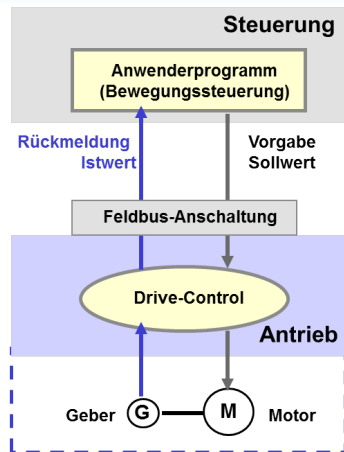
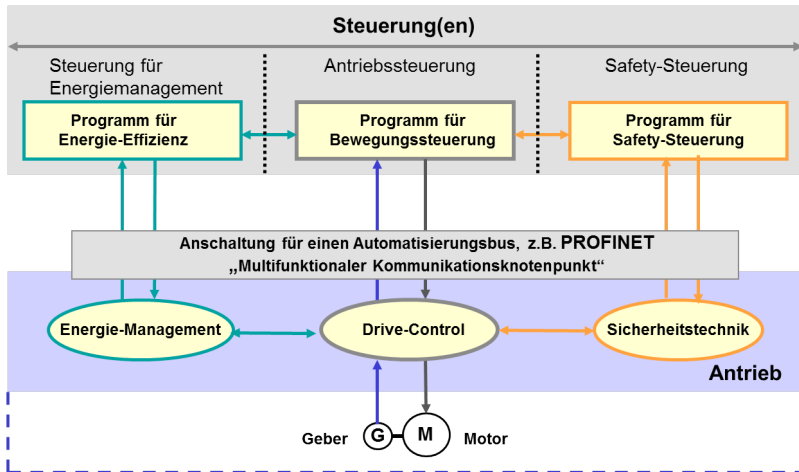

Abb. 2: Antriebstechnik (Technologische Sicht), um 2000
Abb. 3: Antriebstechnik (Technologische Sicht), um 2012
- Unter „Antriebstechnik“ wurde allgemein ein Frequenzumrichter oder Servoverstärker verstanden, der einen Motor nach einem vorgegebenen Drehzahlsollwert steuert. Die hierfür notwendigen Komponenten Motor, Umrichter, Geber und Regler waren alle Teile des Antriebs (Abbildung 2), während von der Steuerung über eine Feldbuskommunikation nur Sollwertvorgaben und Istwertkontrolle abgewickelt wurden. Aus technologischer Sicht handelte sich hierbei also um eine einfache, vertikale 1:1 Beziehung zwischen Steuerung und Antrieb ohne z.B. die Möglichkeit für einen Querverkehr zwischen Netzteilnehmern. Zusätzliche Funktionen wie Sicherheitstechnik oder Standby-Management mussten über zusätzliche und separate Überwachungs- und Steuerungssysteme realisiert werden.
- Die Antriebstechnik um 2012 ist dadurch geprägt, dass die typischen Antriebs- und Technologiefunktionen mit zusätzlichen, zunehmend wichtigen Applikationen wie Sicherheitstechnik und Energie-Management *im Antrieb* vereint werden (Abbildung 3). Der Antrieb entwickelt sich damit zu einer Plattform für verschiedene, antriebsbezogene Automatisierungsfunktionen; folgerichtig wird damit auch die ehemals „einfache“ Feldbusschnittstelle am Antrieb zu einem „multifunktionalen Kommunikationsknotenpunkt“ zwischen den auf Antrieb und Steuerung verteilten Automatisierungsfunktionen aufgewertet.
- Die technologische Sicht (Abbildung 3) der genannten Erweiterungen zeigt – in Erweiterung von Abbildung 2 - mehrere, vertikal und horizontal ablaufende Beziehungen zwischen einer oder mehreren Steuerungen mit unterschiedlichen Funktionen: Auf der Steuerseite finden sich neben der Antriebssteuerung auch Steuerungen für Energiemanagement und/ oder Sicherheit und auf der Antriebsseite neben den Antriebsfunktionen solche für Energiemanagement und Sicherheitstechnik.